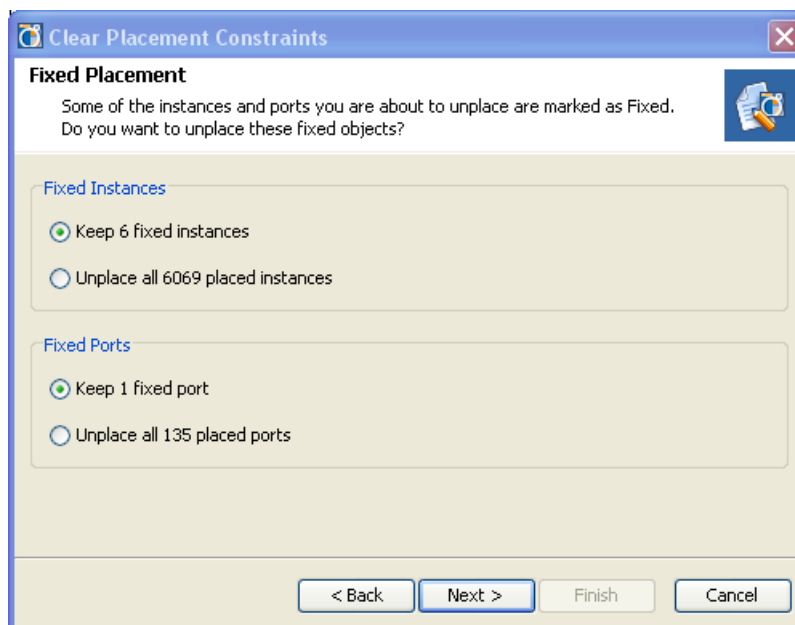

図 10-29：固定されたインスタンスおよびポートの配置の解除
- 選択したインスタンスまたはポートの一部が固定されている場合は、図 10-29 に示すように [Fixed Placement] ページが表示されます。